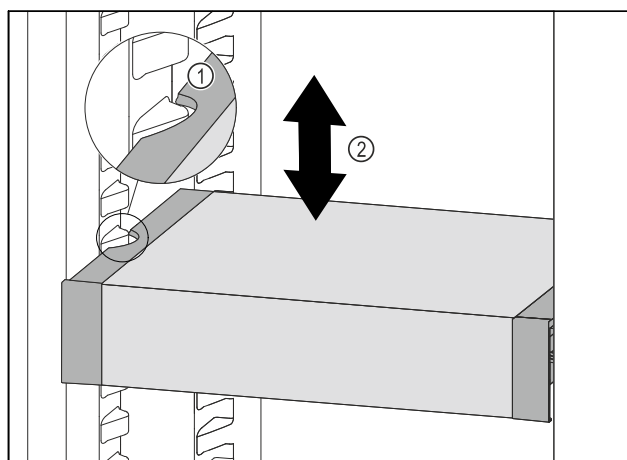

Fig. 182
- Tirer le VarioSafe vers l'avant jusqu'à ce que les encoches latérales du VarioSafe soient à la hauteur de la nervure du bac dans la partie réfrigérateur. Fig. 182 (1)
- Déplacer le VarioSafe vers le haut ou vers le bas dans la partie réfrigérateur jusqu'à ce que la hauteur souhaitée soit atteinte. *Fig. 182 (2)*